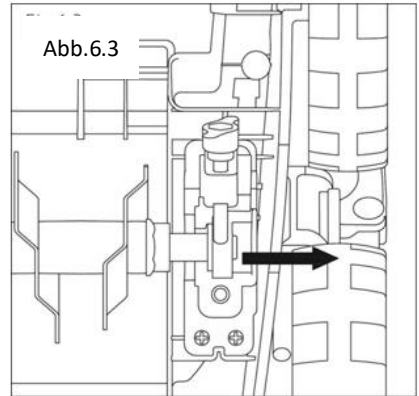

Abb.6.4
#### 62. Utilizzo del rullo scarificatore (Fig.6.4)
- Tirare verso l'alto il sistema lame originale per sganciarlo dal corpo macchina (Fig. 6.4).